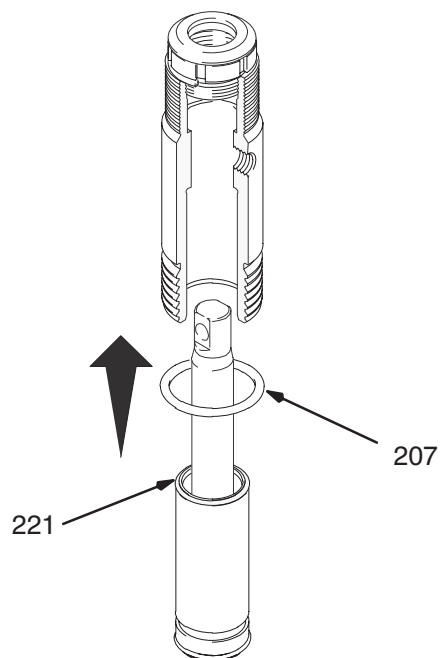

Рис. 17
Рис. 17. Смажьте уплотнительное кольцо (221) и установите его на втулку. Сдвиньте узел втулка/шток поршня в нижнюю часть цилиндра. При необходимости, замените уплотнительное кольцо (207).